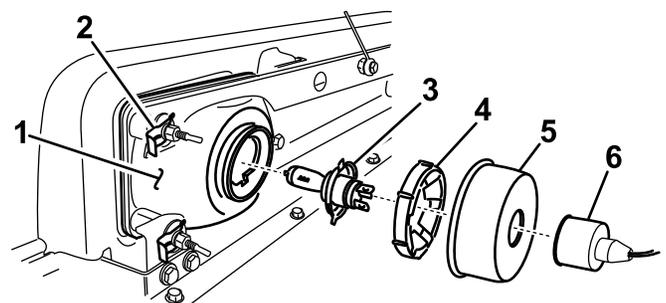

Bild 31
2. Nehmen Sie den Gummischutzüberzug ab (Bild 31).
2. Schieben Sie den Scheinwerfer nach vorne durch die Öffnung in der vorderen Stoßstange und entfernen Sie ihn (Bild 31).
3. Setzen Sie den neuen Scheinwerfer durch die Öffnung in der Stoßstange ein (Bild 31).